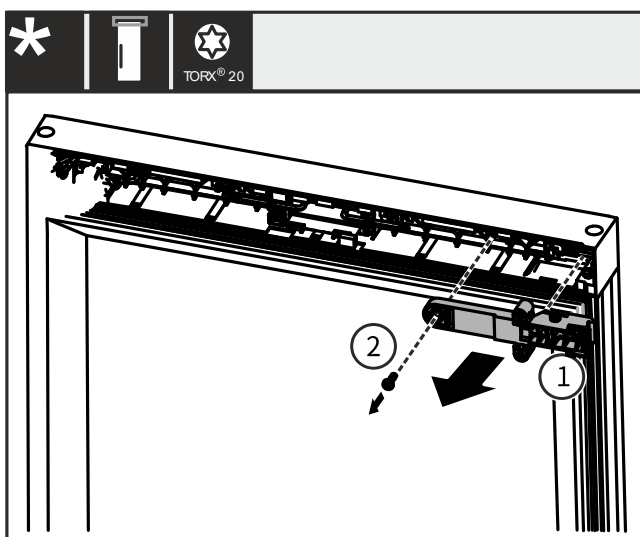

図15
- 図15 で取り外した電子ロックの固定具 ① を180度回転させ、新しい戸先側に取り付けます。
- 電子ロックの固定具 ① とドアをねじ ② で固定します。